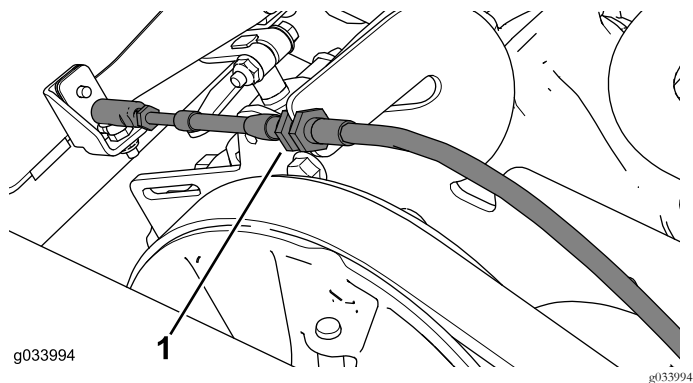

图10
4. 从换挡拉索支架上断开换挡拉索然后将其从换挡拉索支架上取下图10。